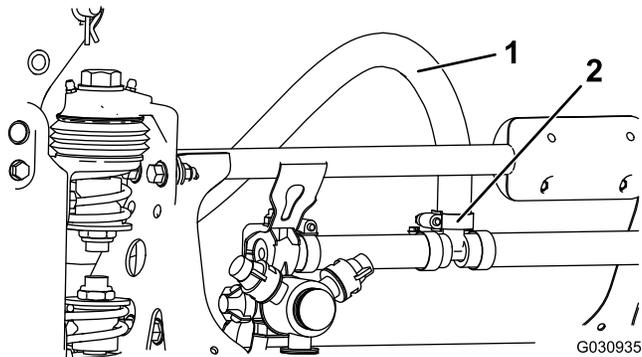

図2
5. 左右のブームに取り付けられている2本のホースのクランプをゆるめてホースを外す **図2**。